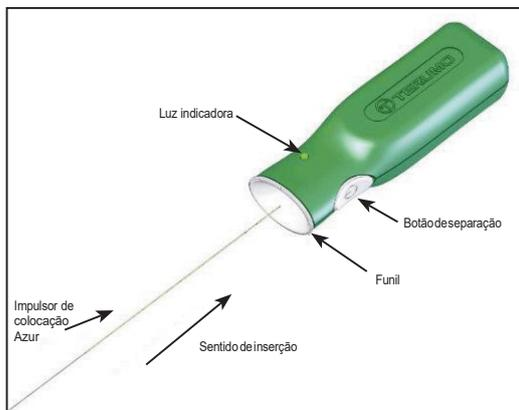

Figura 2 – Controlador de separação Azur
13. Antes de usar o dispositivo, remova a extremidade proximal do impulsor de colocação da embalagem em forma de tubo. Cuidado para não contaminar esta extremidade do impulsor de colocação com substâncias estranhas, como sangue ou contraste. Insira firmemente a extremidade proximal do impulsor de colocação dentro da seção do funil do controlador de separação Azur. Consulte a Figura 2. **Não pressione o botão de separação neste momento.**
30. Conecte a extremidade proximal do impulsor de colocação ao controlador de separação Azur inserindo firmemente a extremidade proximal do impulsor de colocação dentro da seção do funil do controlador de separação Azur. Consulte a Figura 2.